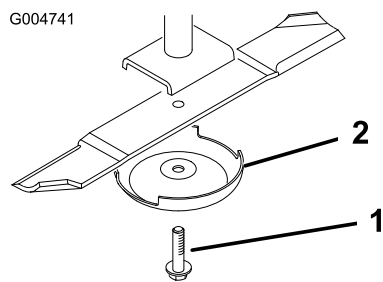

Figure 81
2. Tenez la lame à son extrémité avec un chiffon ou un gant épais. Enlevez le boulon, la coupelle de protection et la lame de l'axe de pivot (Figure 81).